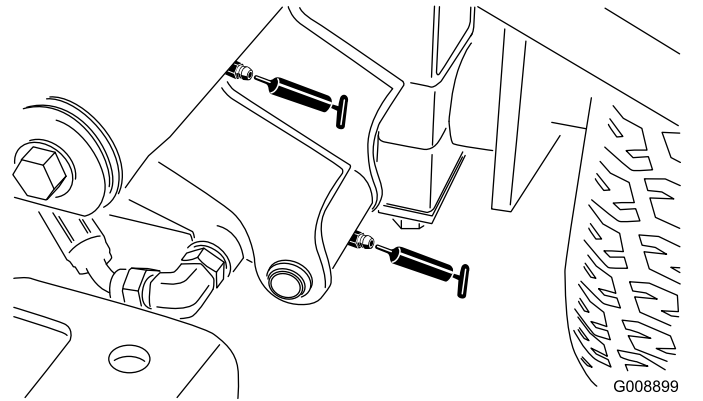

Figura 38
- 2 pivotes de brazo de elevación delantero izquierdo y cilindro de elevación (**Figura 38**)